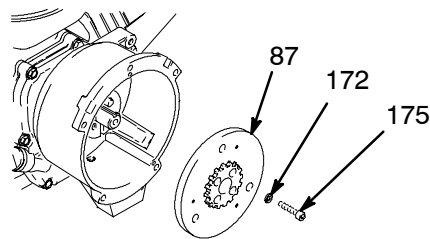

Fig. 7
9. Fig.7. Utilice una llave de impacto o coloque una cuña entre el inducido (87) y el cárter del embrague para sujetar el eje del motor durante el desmontaje.
10. Saque los cuatro tornillos (175) y las arandelas de seguridad (172).
11. Desmonte el inducido (87).